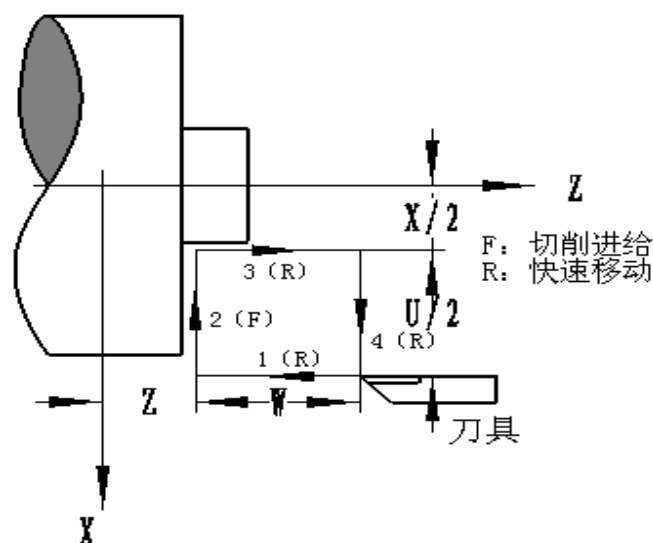
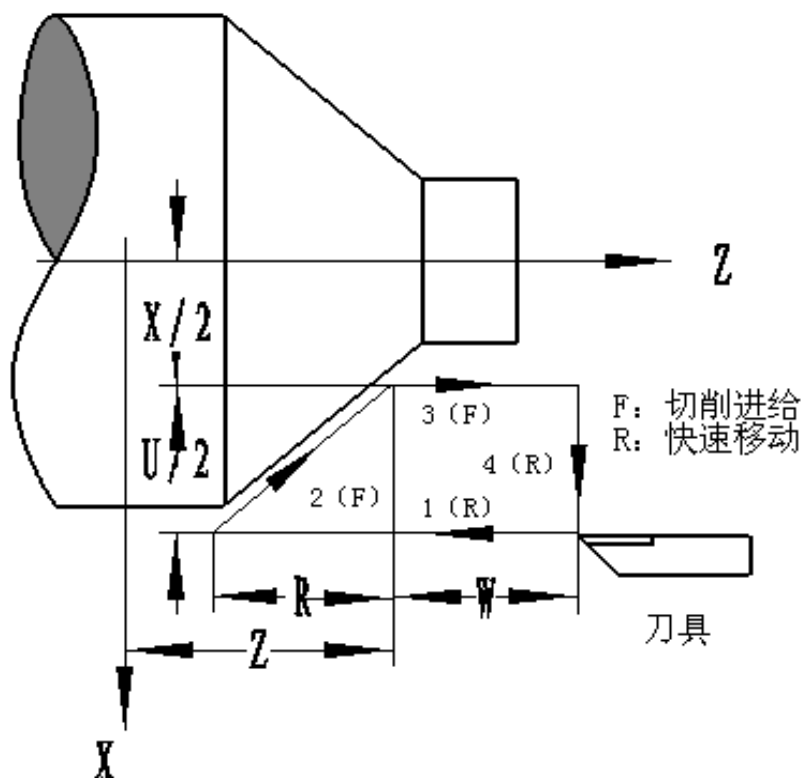

图 2-18
图 2-19
功能说明: G94 指令可实现端面以及锥度端面的单一循环加工, 循环完毕后刀具返回起刀点位置 (轨迹 1 的起点), 如图 2-18 和图 2-19。图中 (F) 线段表示切削进给, (R) 线段表示快速移动。